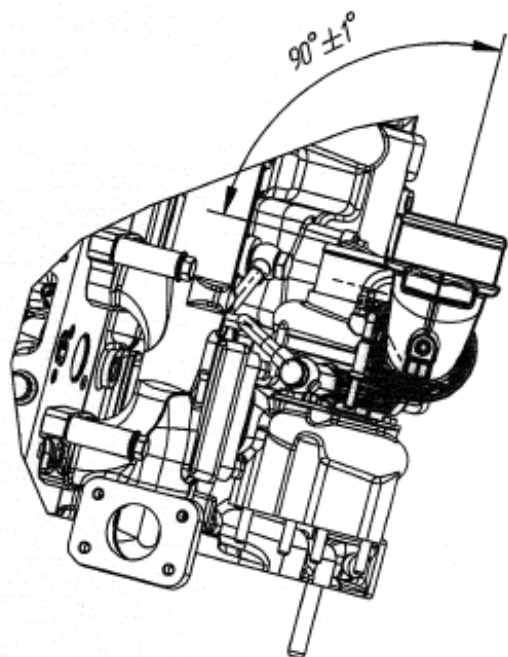

Рис. 3.
2. Установить хомут на фланец ТКР. Установить патрубок отводящий на ТКР, сориентировать его по углу поворота см рис.3. Затянуть винт хомута с моментом 5...7 Н м (0,5...0,7 кгс м)